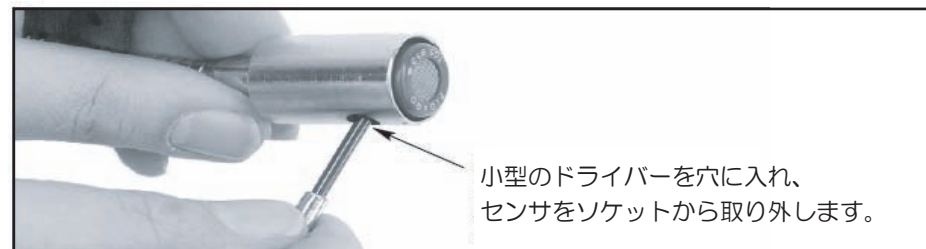
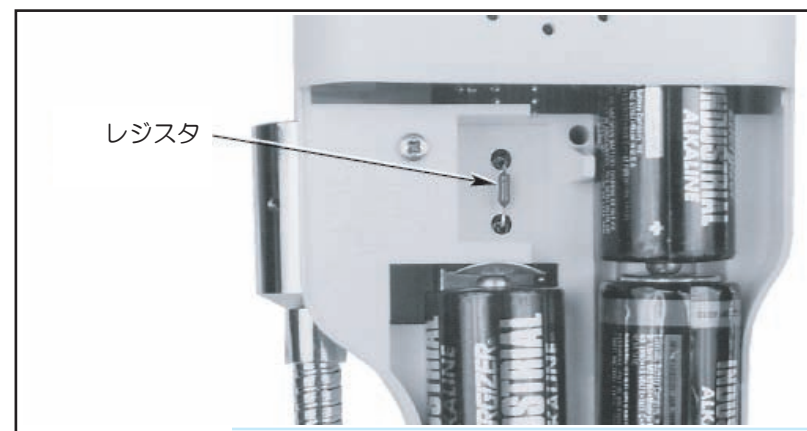

図3 センサの取り外し
図4 レジスタの位置
- ① 電源を切る。
- ② 小型のドライバーでセンサをソケットから取り外す。(図3)
- ③ 電池カバーを外す。
- ④ 古いレジスタを取り外す。(図4)